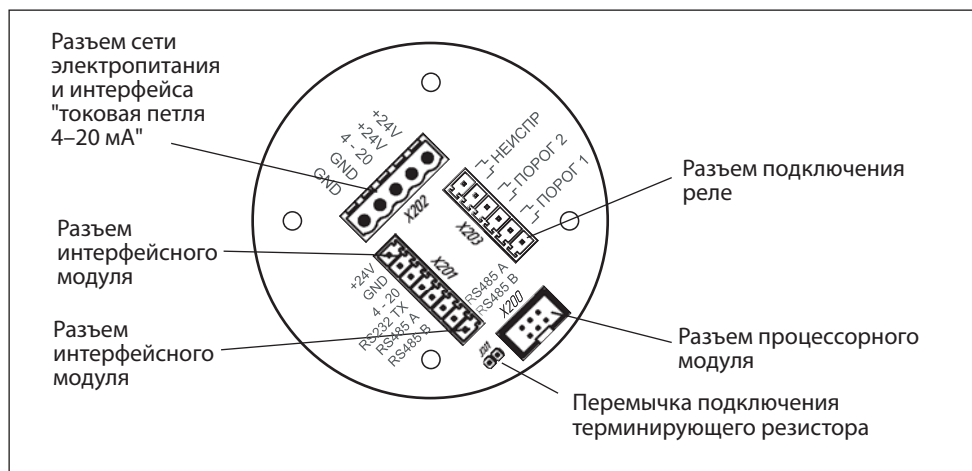

Рис.12. Модуль коммутации
- рис.12 и прочно закрутите отверткой фиксирующие винты кабельных колодок.
- отсоедините его кабельную колодку (X201, см. рис.12–13);
9. При работе с сетевыми вариантами конструктивного исполнения ГС, если необходимо отключить/подключить терминирующий резистор (в зависимости от конфигурации сети), снимите/установите на коммутационной плате перемычку в позицию JT (см. рис.12).
Последовательно нажимая кнопки ПОРОГ, ВЫБОР и "+", с помощью тестера сопротивления проверьте факт замыкания трех реле. Тестер необходимо подключать к проводам, соединенным с колодкой X203 реле (см. рис.12, 13).